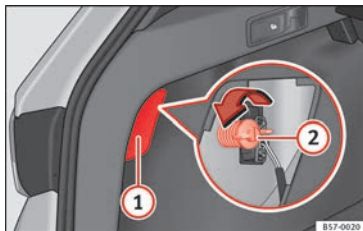

Fig. 111 Bagagliaio: accesso alla vite di fissaggio del fanale di coda.
3. Estrarre il coperchio facendo leva sulla rientranza con l'estremità piatta di un cacciavite » **fig. 111 ①**.
5. Svitare con la mano, o tramite un cacciavite, la vite di fissaggio del fanale » **fig. 111 ②**.